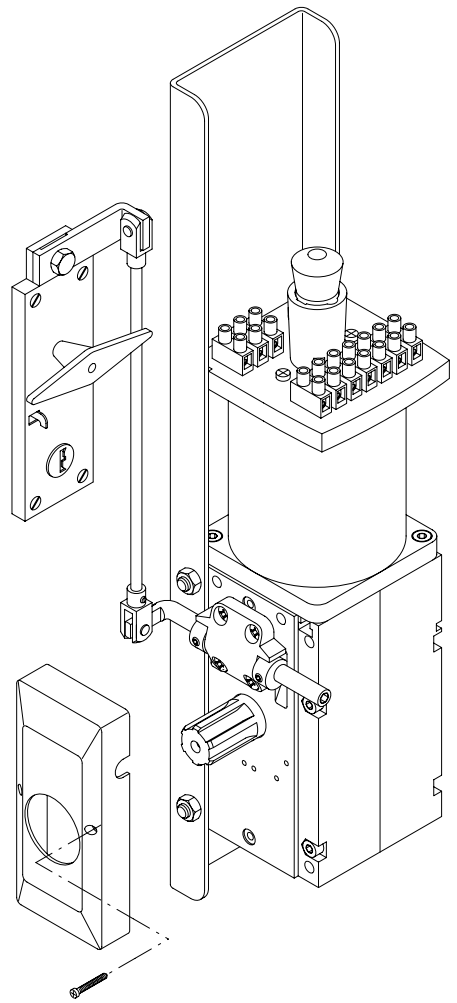

Fig.12
7.2 Sblocco interno - esterno a maniglia con chiave personalizzata (fig. 12).
7.2 Handle internal - external release with personalized key (fig. 12).